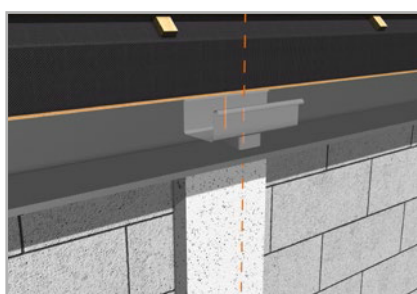

fig. 10
- 3.14 Foarte importantă este trecerea scurgerii prin centura de sub jgheab. În locul prevăzut pentru scurgere se taie un orificiu dreptunghiular pentru a putea amplasa mufa. Orificiul nu trebuie să fie mai mare de 5 mm față de mufă/bază/cot (**fig. 10**)